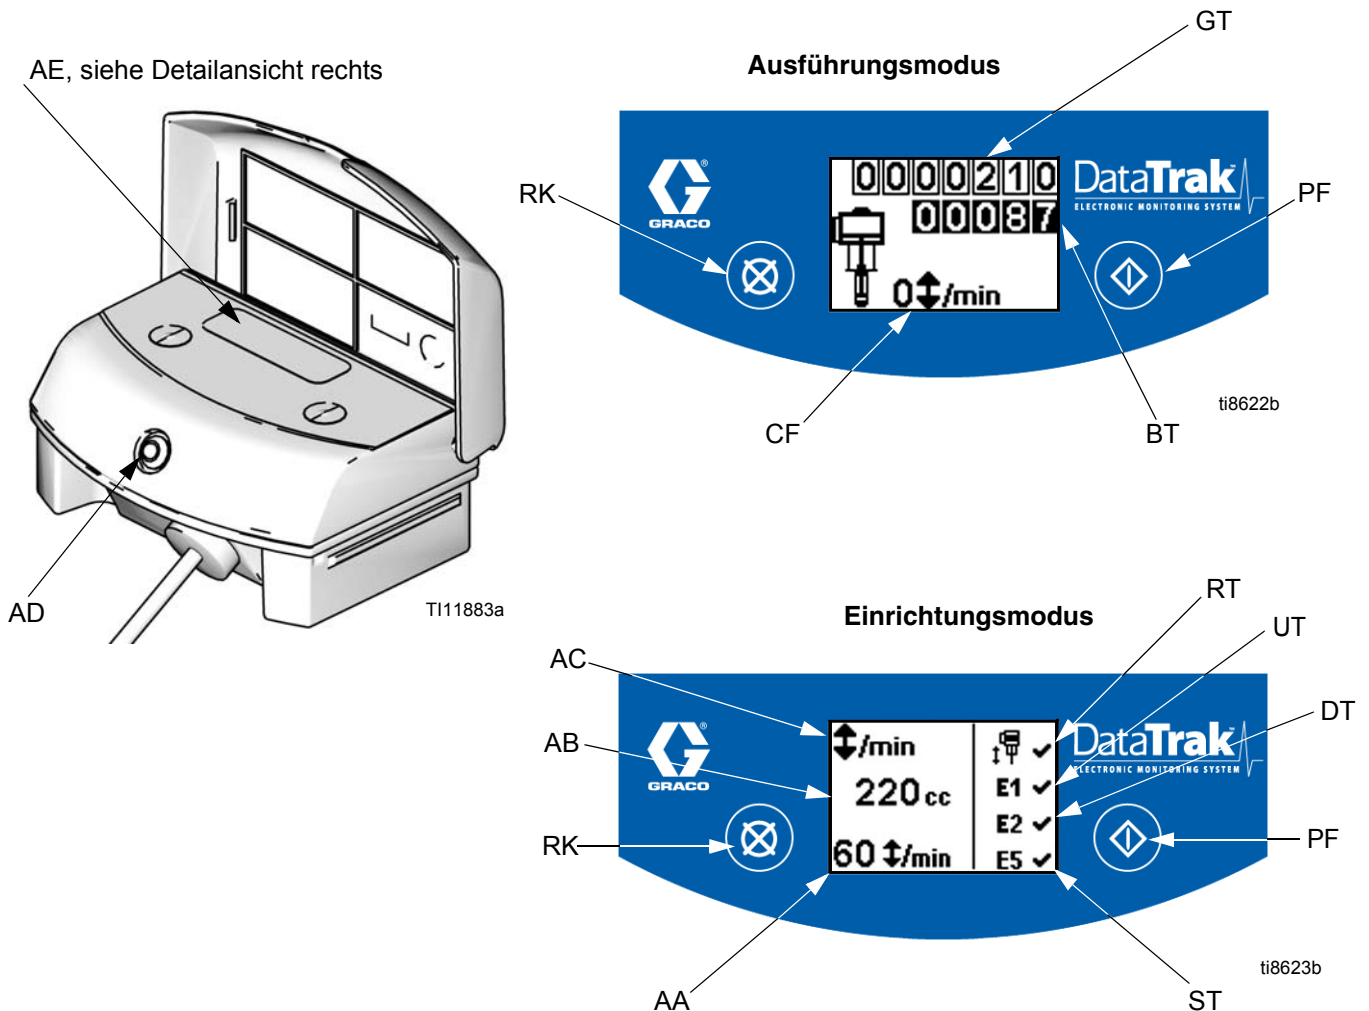

ABB. 7. DataTrak Bedien- und Anzeigeelemente
## Legende für ABB. 7
1. Siehe ABB. 7. 5 Sekunden lang gedrückt halten , bis das Setup-Menü erscheint.
**ANMERKUNG:** Wenn Trockenlaufschutz und die Fehleroptionen E1, E2 und E5 aktiviert sind, erscheint auf dem Setup-Bildschirm ein ✓-Zeichen. Siehe ABB. 7.
1. Siehe ABB. 7. Wenn die Pumpe trocken läuft und ihre Drehzahl unzulässig hoch ansteigt, wird das Trockenlauf-Magnetventil aktiviert und dadurch die Pumpe gestoppt. Die LED (AD) blinkt, und auf der Anzeige (AE) wird der Trockenlaufzustand angezeigt (siehe Tabelle 1. Die Anzeige durchläuft sechs Anweisungsbildschirme.
2. Anweisungsbildschirme 1 und 2: Um das Trockenlauf-Magnetventil zurückzusetzen, schließen Sie den Hauptlufthahn (E). Warten Sie, bis der Luftmotor komplett entlüftet ist.
3. Anweisungsbildschirme 3 und 4: Nach Entlüftung die Magnetventil-Entriegeltaste (J) betätigen, um das Trockenlaufschutzventil zurückzusetzen. Nach erneuter Druckbeaufschlagung des Luftventils springt die Magnetventil-Entriegeltaste wieder in ihre obere Ausgangsstellung zurück.
5. Den Hauptlufthahn (E) öffnen, um die Pumpe erneut zu starten.
**ANMERKUNG:** Zur Deaktivierung der Trockenlaufüberwachung im Setupmodus den Trockenlaufwert auf 0 (Null) einstellen oder (RT) ausschalten  (siehe ABB. 7).
1. Siehe ABB. 7. Um in den Ansaug-/Spülmodus zu wechseln, drücken Sie eine beliebige Taste, um die Anzeige zu aktivieren. Drücken Sie dann auf . Auf dem Bildschirm wird das Ansaug-/Spül-Symbol
Siehe ABB. 7. Die letzte Ziffer des Teilmengenzählers (BT) stellt ein Zehntel der gewählten Einheit dar (Liter bzw. Gallonen). Wenn Sie den Zähler zurücksetzen möchten, drücken Sie eine beliebige Taste, um die Anzeige zu aktivieren. Betätigen Sie dann  und halten Sie die Taste 3 Sekunden lang gedrückt.
Siehe ABB. 7. Die Anzeige (AE) wird im Betriebsmodus nach 1 Minute bzw. im Setupmodus nach 3 Minuten Inaktivität automatisch abgeschaltet. Drücken Sie eine beliebige Taste, um die Anzeige wieder zu aktivieren.
**ANMERKUNG:** Die Anzeige (AE) kann sich ausschalten, wenn das DataTrak einer hohen elektrostatischen Entladung ausgesetzt wurde. Drücken Sie eine beliebige Taste, um die Anzeige wieder zu aktivieren.
DataTrak ist in der Lage, verschiedene Pumpenprobleme zu diagnostizieren. Wenn die Überwachung ein Problem feststellt, blinkt die LED (AD, ABB. 7) auf und auf der Anzeige erscheint ein Diagnosecode. Siehe Tabelle 1.